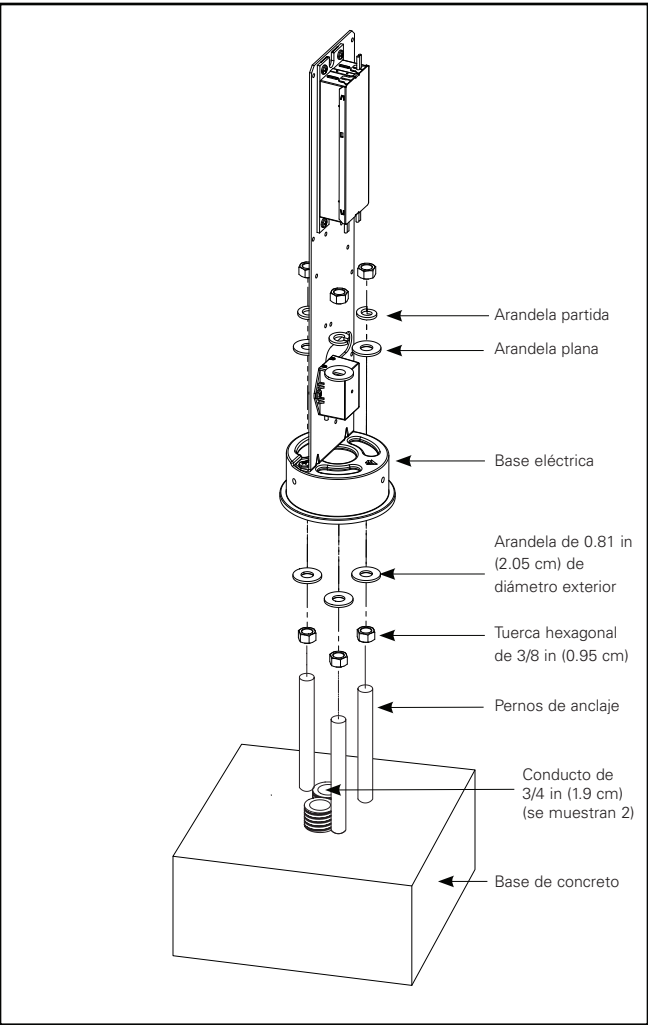

Figura 2.
- 5. Coloque una tuerca hexagonal de 3/8 in (0.95 cm) en cada uno de los (3) pernos de anclaje y, a continuación, una arandela en cada uno. Como punto de partida, coloque la parte inferior de la tuerca hexagonal aproximadamente a 1 in (2.54 cm) sobre la base de concreto (figura 2).